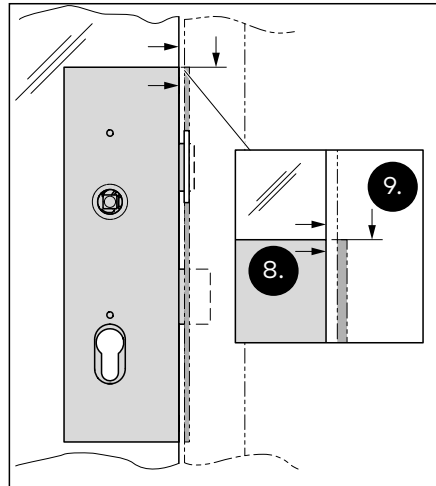

Abb. 34 Die Schlosstasche und die Falle ausrichten
8. Die Schlosstasche senkrecht bündig an der Glaskante ausgerichten (Abb. 34).